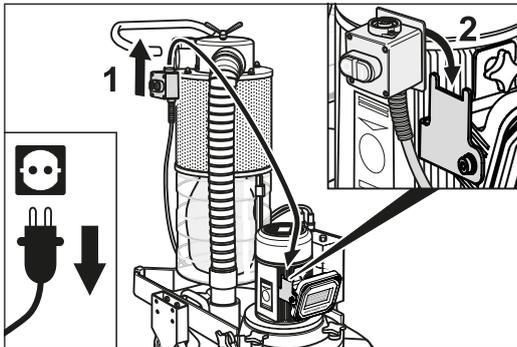

Fig. 19 Colgar el interruptor CO./DESCO. en el soporte para lámpara.
- 4 Descuelgue el interruptor CO./DESCO. en el chasis y cuélguelo en el soporte para lámpara (Fig. 19).